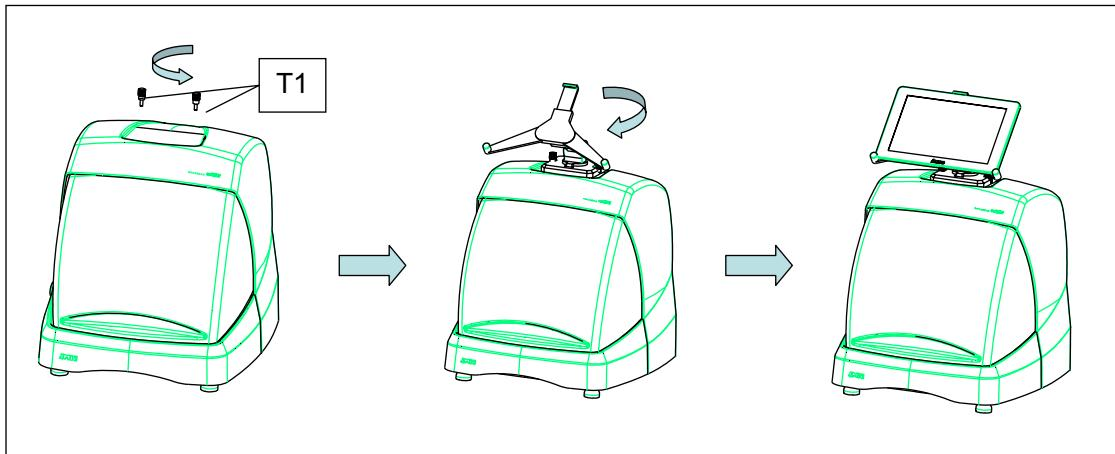

FIG. 3
1. Die Knöpfe (T1), die sich an der Maschine befinden, aufschrauben. (Abb. 3)